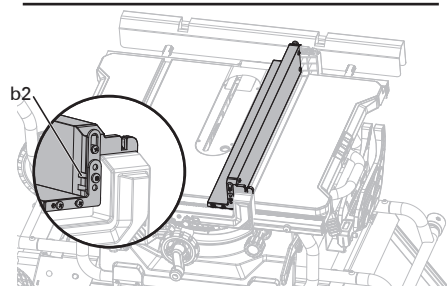

Fig. 20b
GUIDE ÉTROIT (Fig. 20b-20c)
Lors de l'utilisation du guide étroit (B) pour soutenir une pièce qui s'étend au-delà de la table de travail, faire pivoter le guide étroit (B) comme illustré dans la (fig. 20b) et le fixer à la position la plus basse (b1) pour les fentes avant et arrière.
Lors de l'utilisation du guide étroit (B) pour couper une pièce étroite, faire pivoter le guide étroit (B) comme illustré dans la (fig. 20b) et le fixer à la position supérieure (b2) pour les fentes avant et arrière.